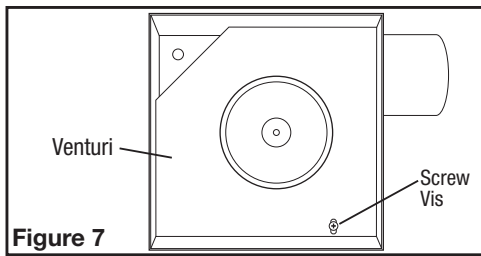
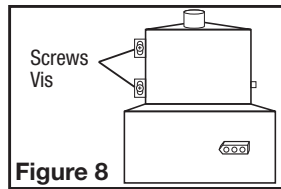

Figure 7
Figure 8
- 1b. Internal Wire Compartment: Remove the screw holding the venturi in place. Lift the venturi up and at an angle to slide it out of the housing (Figure 7). Remove the wire compartment cover screw and place the cover in a secure place (Figure 8).
- 1b. Compartiment de Câblage Intérieur: Enlever le vis retenant en place l'ensemble venturi du ventilateur et soulever pour sortir l'assemblage hors du châssis (Figure 7). Enlever la vis du couvercle du compartiment à câblage et mettre ce couvercle dans un endroit fiable (Figure 8).